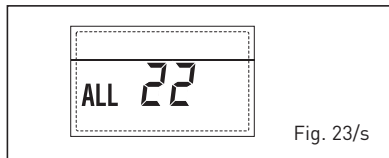

Fig. 23/s
- **DELIVERY PROBE BREAKDOWN ERROR SECOND MIXED ZONE "ALL 23" (fig. 23/t)**